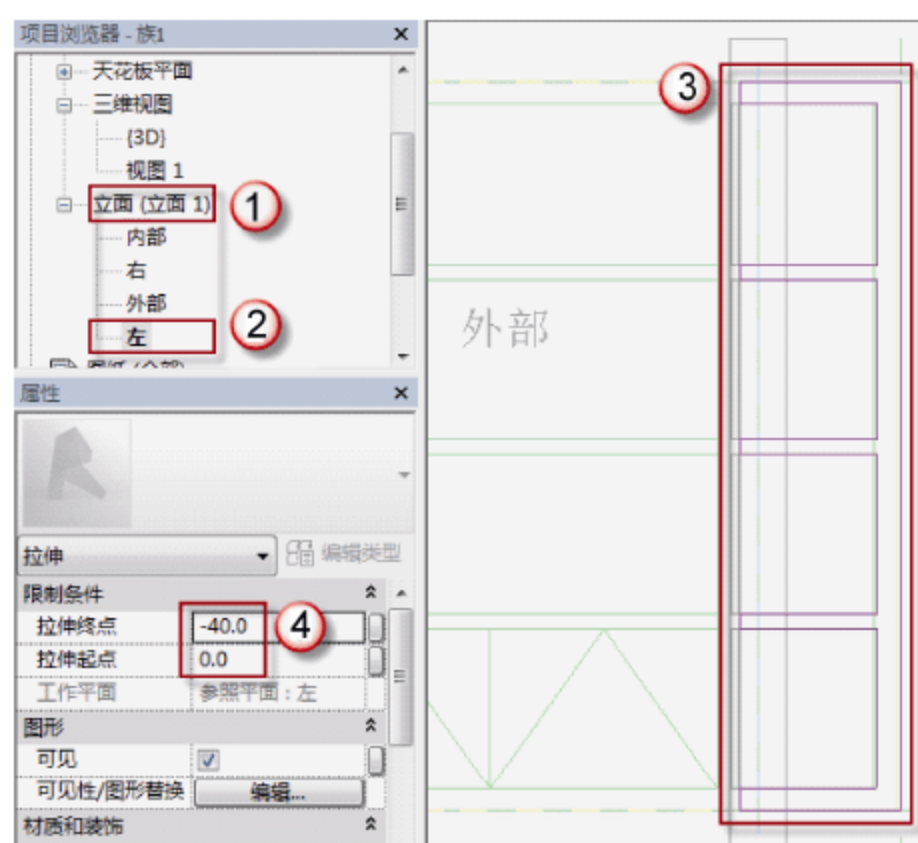

图 7.1.22 C2925 转角门窗框的位置及厚度
(20) 绘制 C2925 门窗框。选择“项目浏览器”中的“立面(立面1)”→“左”命令,可以进入 C2925 的外部立面视图,选择“创建”→“拉伸”命令,进入“修改|编辑拉伸”界面,用菜单中的绘制工具绘制 C2925 门窗框,如图 7.1.22 所示。在“属性”面板中,在“拉伸终点”中输入“-40”字样,在“拉伸起点”中输入“0”字样,完成后,单击√按钮完成绘制。